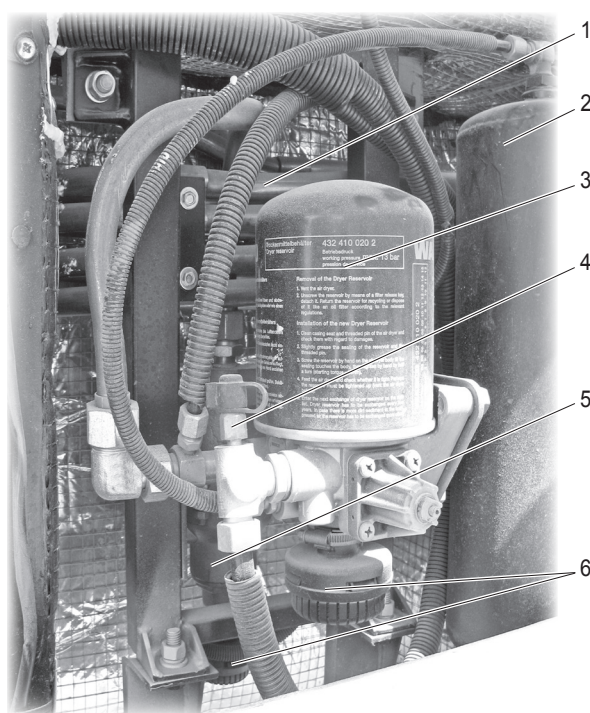

Рисунок 4.9.3 – Блок подготовки сжатого воздуха
- очистить поверхность осушителя воздуха 3 (рис. 4.9.3) от пыли и грязи;